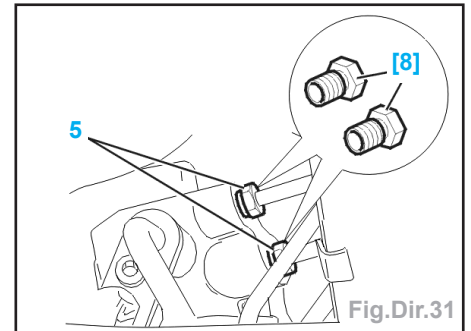

Fig.Dir.31
- Débrancher de la valve, les deux tuyaux d'alimentation (5) du vérin, et les écarter (Fig.Dir.31).